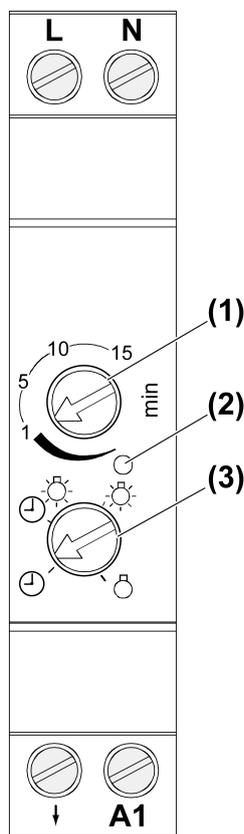

рисунок 1: Автомат REG
- Настроить период последействия. Повернуть регулятор (1) (рисунок 1).
- Настроить режим работы. Повернуть регулятор (3) (рисунок 1).